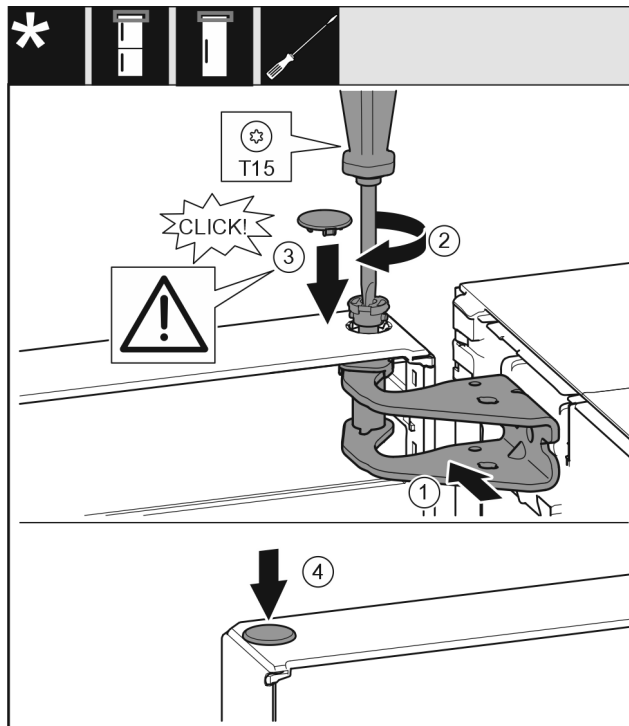

Fig. 18
- ▶ Регулирайте вратата горе спрямо отвора в лагерната стойка. Fig. 18 (1)
- ▶ Поставете болта и затегнете здраво с отвертка T15. Fig. 18 (2)
- ▶ Монтаж на предпазния капак за осигуряване на вратата: Поставете предпазния капак и проверете дали той е допрян до вратата. В противен случай поставете изцяло болта. Fig. 18 (3)
- ▶ Поставете тапата. Fig. 18 (4)